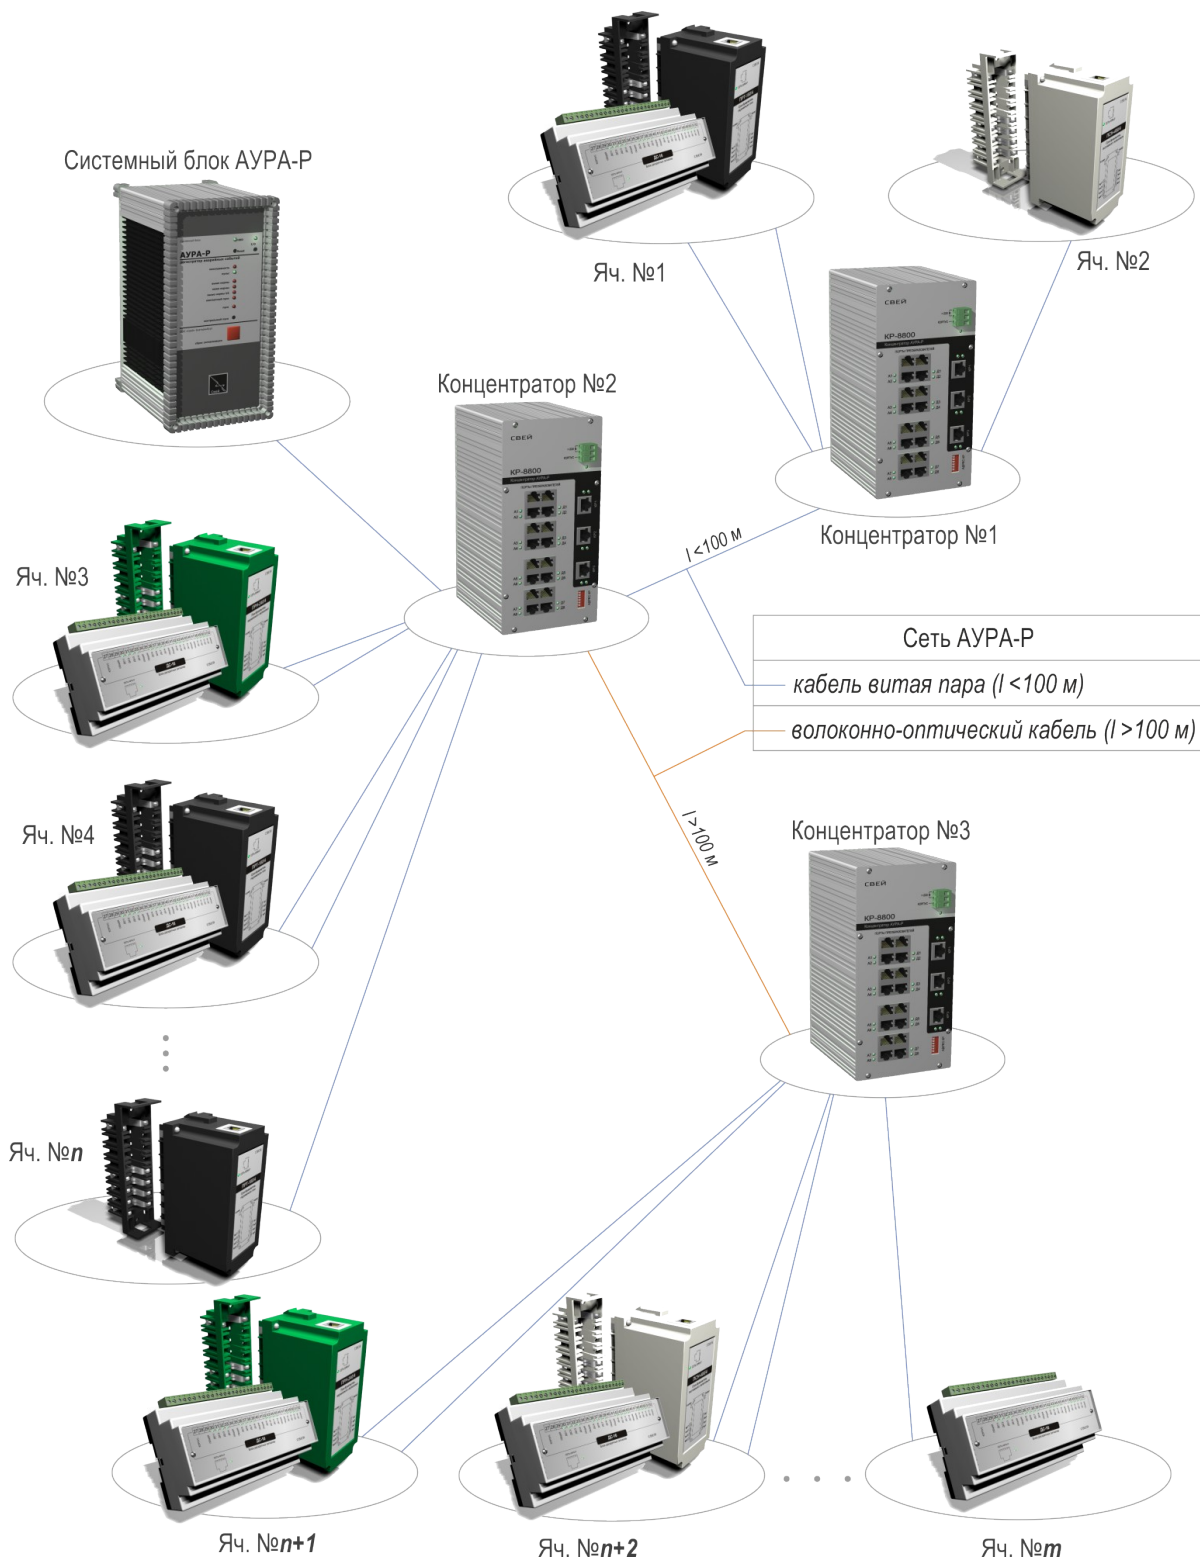

Рисунок 2
1.3.6.1 Концентраторы выполняют функцию узловых устройств сети регистратора «АУРА-Р». Каждый из концентраторов обеспечивает обмен информацией с входными преобразователями, блоками дискретных сигналов, а также с другими концентраторами (см. рисунок 2). Помимо этого через порты **А** и **Д** концентраторов подается питание (+24 В) для входных преобразователей и блоков дискретных сигналов. Типы выпускаемых концентраторов перечислены и описаны выше в таблице 3. Габаритные и установочные размеры концентратора приведены в Приложении А (рисунки 14 и 15).